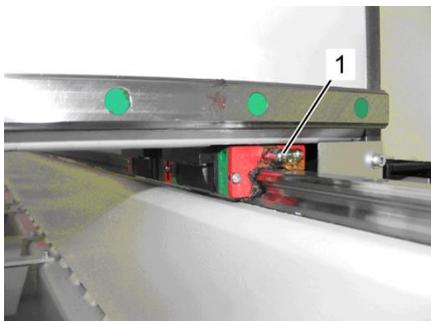

Abb. 40: Schmiernippel X-Achse
2. Schutzkappen von Schmiernippeln der X-Achse entfernen (Abb. 40/1), falls vorhanden.